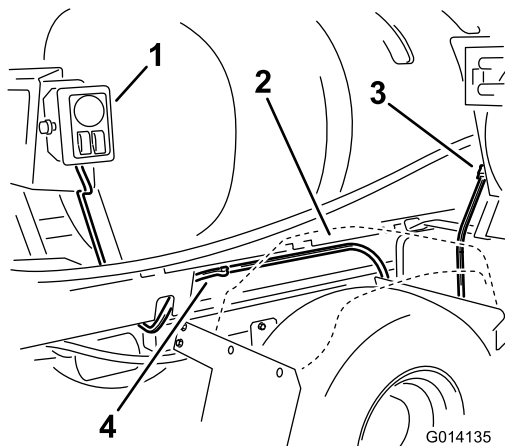

Figura 18
- Portate la parte restante del cablaggio della scatola di comando, dotata del connettore per l'avvolgitubo, in avanti sul lato destro della macchina, tra il supporto del serbatoio e il parafrangente posteriore destro (Figura 18). Usate due connettori a innesto rapido per assicurare il cablaggio al telaio del supporto del serbatoio.